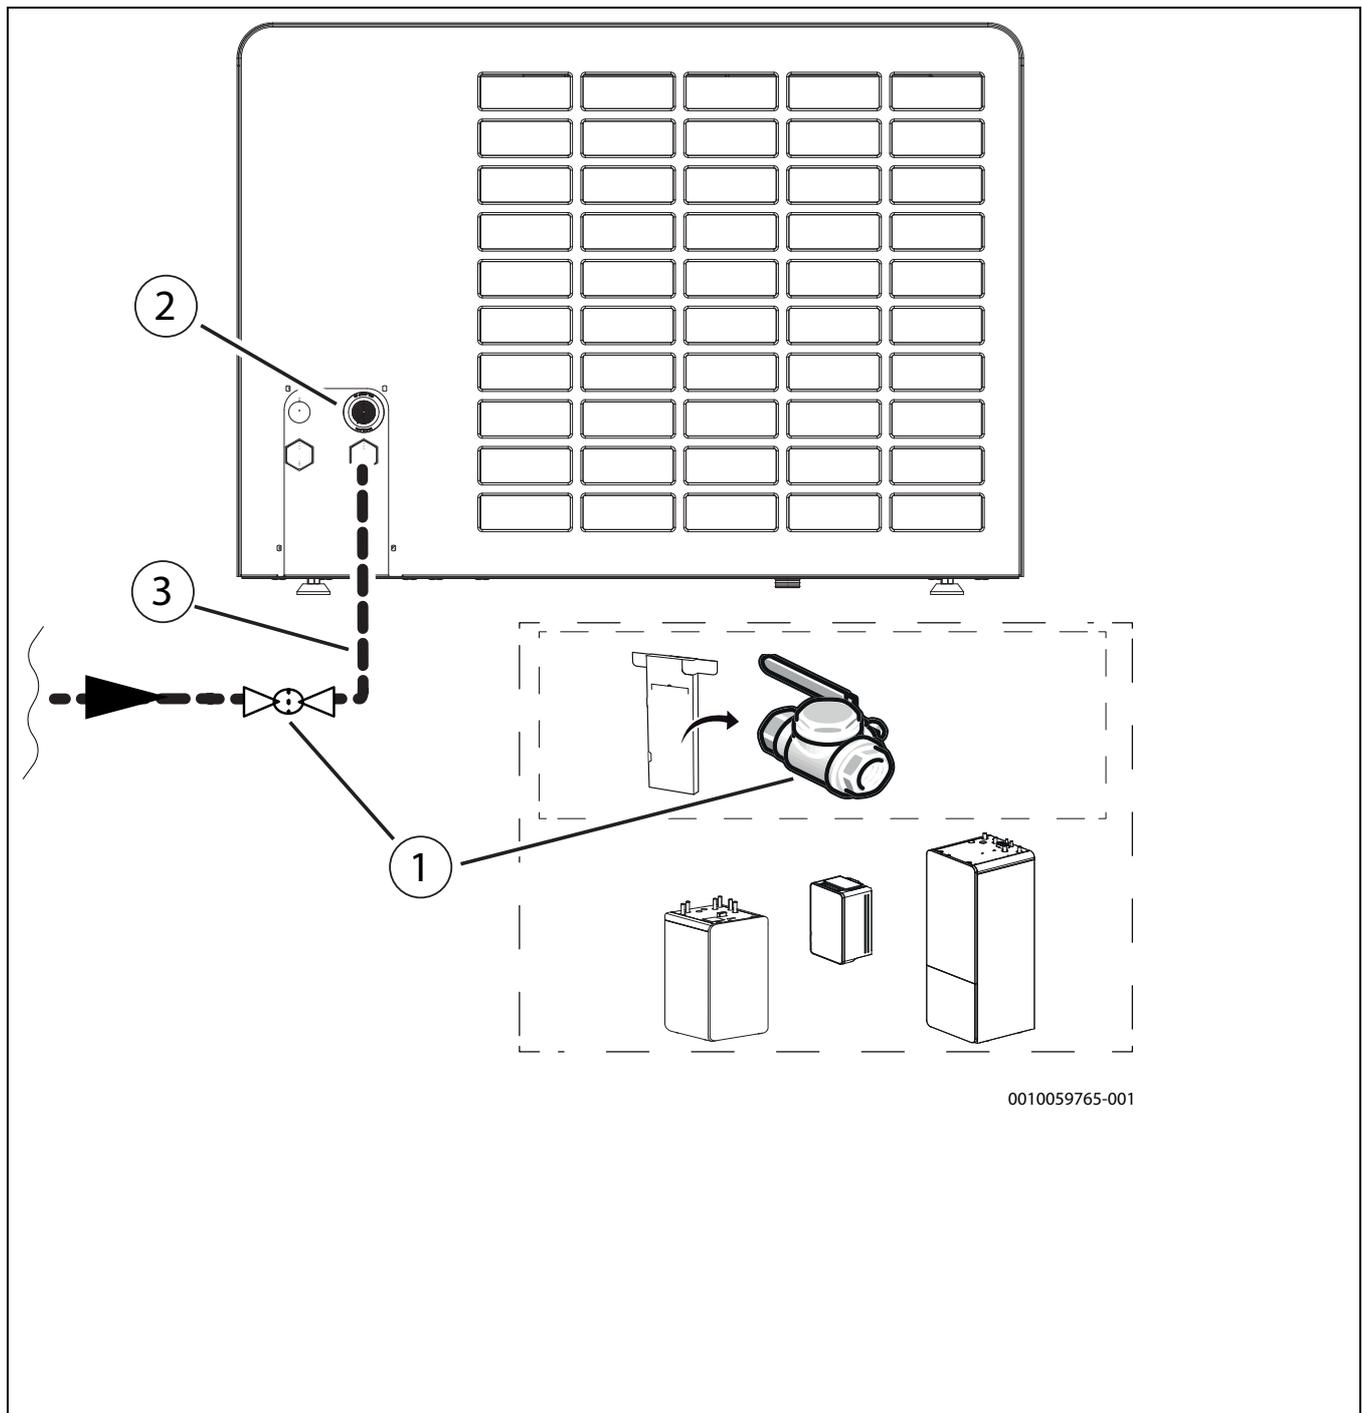

Bild 1 Anschluss der Inneneinheit an die Wärmepumpe
- ▶ Den Filtersieb-Kugelhahn (→Bild 1), der zum Lieferumfang der Inneneinheit gehört, auf den Einlass der Rücklaufleitung zur Wärmepumpe schrauben (→Bild 1).
- ▶ Falls der Filtersieb-Kugelhahn nicht direkt an der Wärmepumpe installiert werden kann, z.B. wenn eine INPA-Abdeckung angebracht ist oder der Abstand zur Wand zu kurz ist, den Filtersieb-Kugelhahn in der Rücklaufleitung zur Wärmepumpe platzieren (→Bild 1).